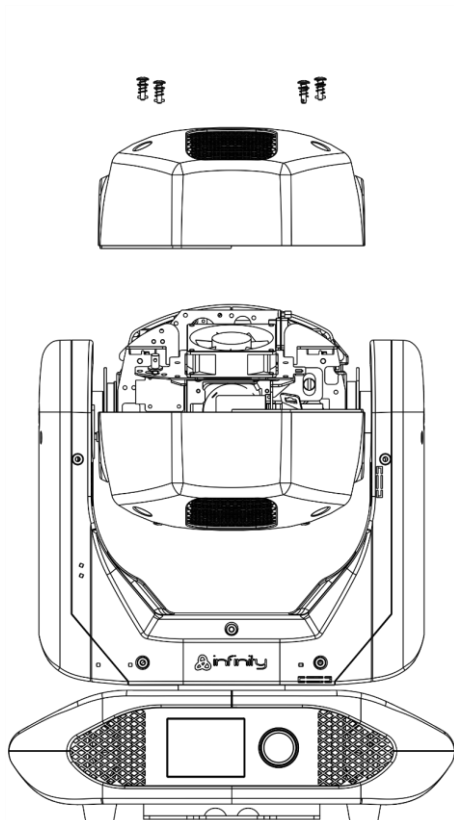

Fig. 07
- 02) Allentare i 4 fissaggi a 1/4 di giro con testa a croce sull'alloggiamento, quindi togliere il coperchio (Fig. 07).